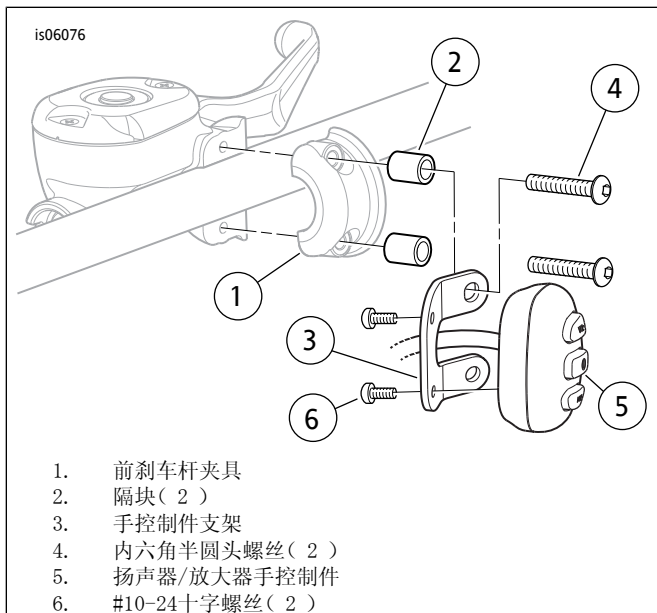

图2。安装手控制件和支架
1. 参见图2。从车辆上拆下前刹车杆夹紧螺丝。拆下夹具(1)并保留。可丢弃螺丝。